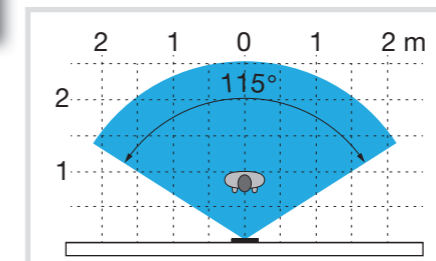

Bild 10: Kamera-Öffnungswinkel horizontal
- Kamera-Öffnungswinkel (Bild 10 und 11) beachten